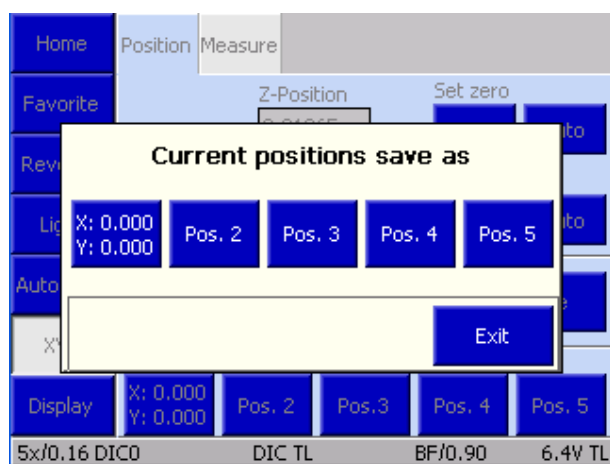

Fig. 123 Microscope -> XYZ -> Save Position
- Appuyer sur le bouton **Save position**. La fenêtre contextuelle **Current positions save as** s'ouvre (Fig. 123).